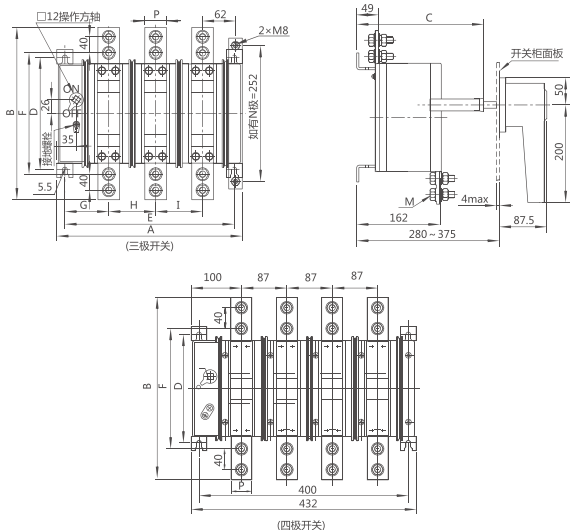

图7 HH15-1250、1600/QP外形及尺寸
6.2.3 HH15-1250、1600/QP外形及安装尺寸 (见图7及表4)